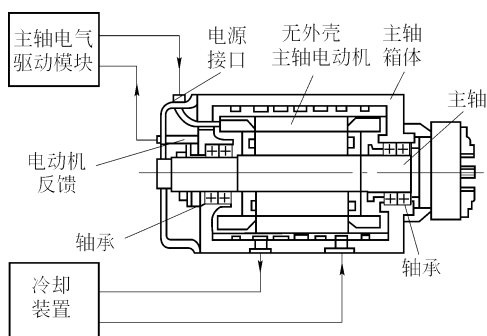

图 1-3 高速电主轴的结构
(1) 电主轴结构 高速电主轴的结构如图 1-3 所示。电主轴交流伺服电动机的转子套装在机床主轴上，电动机定子安装在主轴单元的壳体中，采用水或油冷循环系统，使主轴在高速旋转时保持恒定的温度。电主轴的基本参数有套筒直径、最高转速、输出功率、转矩等。其中，套筒直径为电主轴的主要参数。目前，国内外专业的电主轴制造厂可供几百种规格的电主轴，其套筒直径为 32~320mm，转速为 10000~150000r/min，功率为 0.5~80kW。